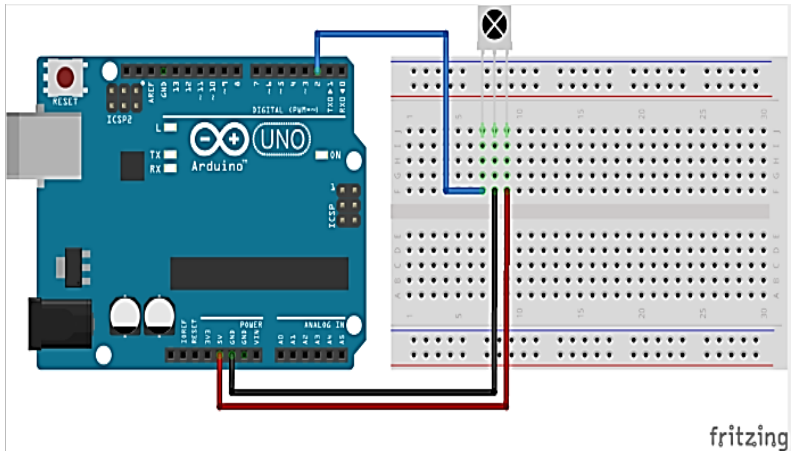

Рис. 8.2. Схема підключення IR-приймача VS1838B
2. На монтажній платі скласти схему відповідно до рис. 8.2.